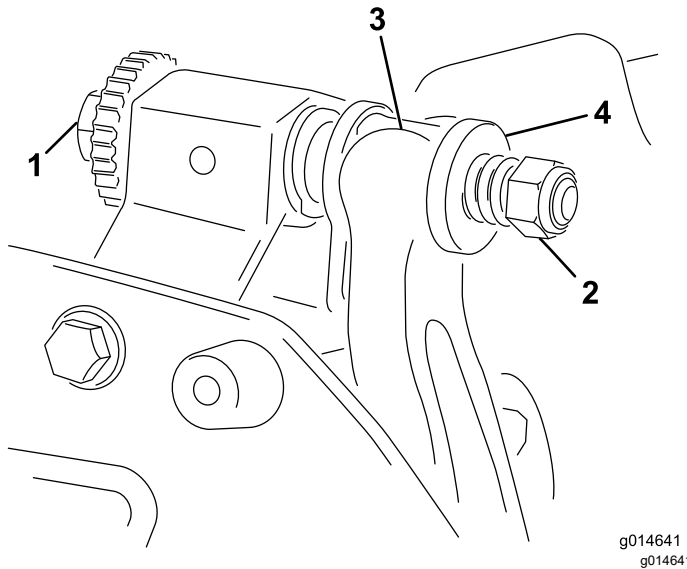

Bild 19
1. Drehen Sie die Einstellschraube des Untermesserträgers nach links, um den Abstand zwischen dem Untermesser und der Spindel zu vergrößern (Bild 19).
2. Drehen Sie die Federspannungsmutter so weit hinaus, bis die Scheibe nicht mehr gegen den Untermesserträger angespannt ist (Bild 19).